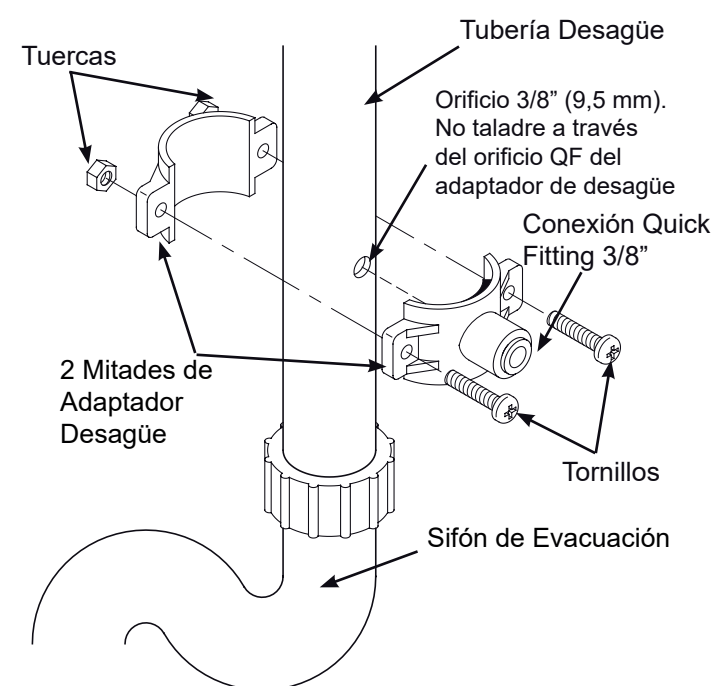

FIG. 7
1. Compruebe que las dos partes de la abrazadera de desagüe se ajustan al tubo de desagüe, aproximadamente 6 pulgadas (15 cm) por encima del sifón (fig. 7). Asegúrese que la conexión QF es hacia el equipo de ósmosis.
2. Usando el orificio de la conexión QF del tubo como una guía, marque la tubería donde se perforará un agujero de 3/8" (9.5 mm) y retire el adaptador de drenaje de la tubería (fig. 7).
5. Enrosque las tuercas y los tornillos, como se muestra en la fig. 7, y apriete ambos lados por igual para asegurar la correcta colocación del adaptador de desagüe en la tubería. Apriete firmemente, pero sin forzar, a fin de no romper la abrazadera o apretar demasiado fuerte el tubo de desagüe